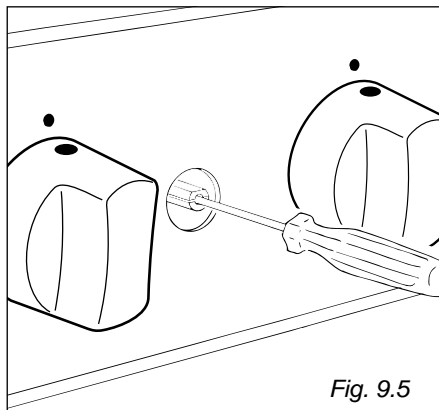

Fig. 9.5
- con ayuda de un destornillador pequeño, aflojar y apretar el tornillo que se encuentra en el interior del vástago hasta que se obtenga la regulación correcta (Fig. 9.5).